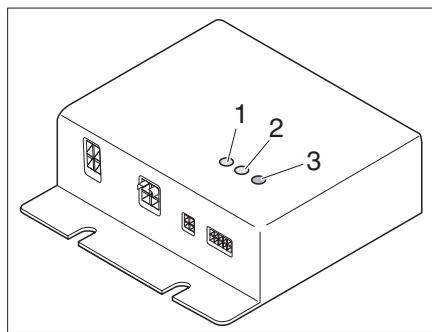

Fig. 299 Apparecchio di regolazione
L'apparecchio di regolazione (Fig. 299) è integrato nell'armadio guardaroba. Le spie di controllo sull'apparecchio di regolazione hanno il seguente significato:
- LED di controllo (Fig. 299,1) CR1 acceso in verde: il circuito di riscaldamento 1 è in funzione
- LED di controllo (Fig. 299,2) CR2 acceso in verde: il circuito di riscaldamento 2 è in funzione
- LED di segnalazione errori (Fig. 299,3)